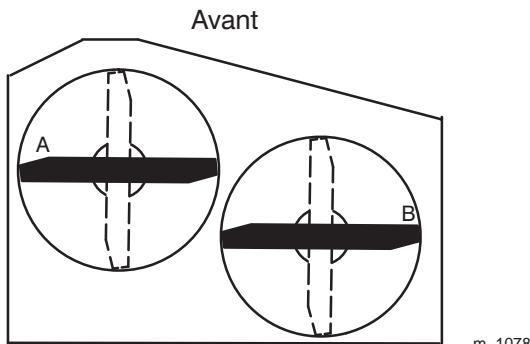
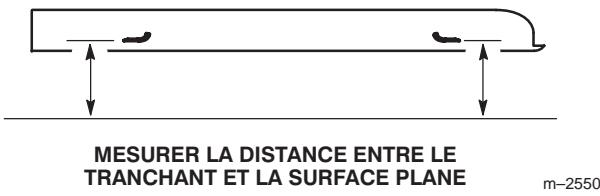

Figure 52
Figure 53
2. Tournez les lames pour qu'elles soient parallèles dans le sens transversal (Fig. 52). Mesurez la distance aux points "A" et "B" (Fig. 52) entre la surface plane et le tranchant des pointes des lames (Fig. 53).